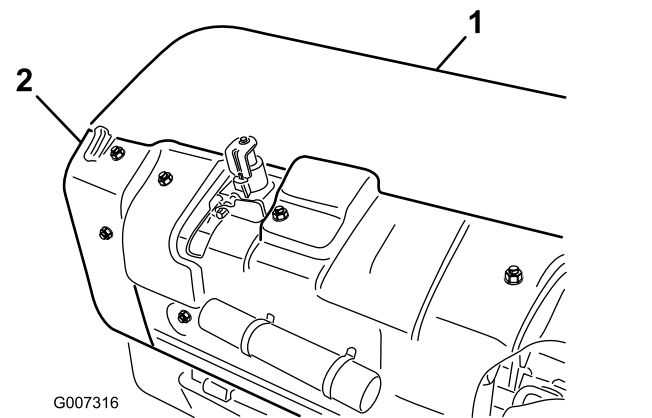

Figure 36
1. Déposez le couvercle arrière de la tête d'aération (Figure 36).
2. Enlevez les vis de fixation de la protection de la poulie et déposez la protection (Figure 36).